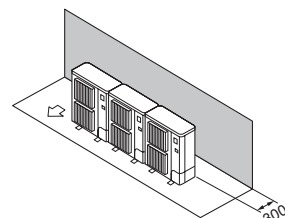

Fig. 2-13
- ① Hindringer kun bak (Fig. 2-13)